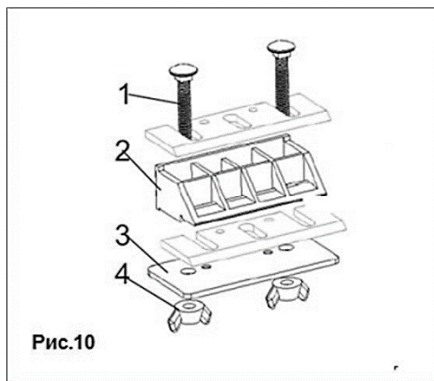

Рис.10
Для заточування ножів : встановіть обидва ножі в корпус заточного пристрою (3) закріпіть ножі притиснувши їх планкою (3) і затягнувши гвинт (4) заточите ножі, плавно переміщаючи заточний пристрій по площині точильного бруска в подовжньому і поперечному напрямі. Для заточування другого ножа, переверніть ножі в заточному пристрої. (Рис.10)